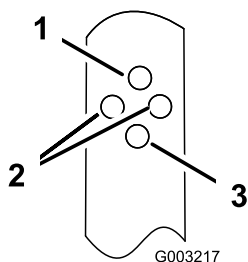

Figura 15
2. Introduzca el perno a través de uno de los taladros de cada uno de los soportes del manillar para ajustar el manillar a la posición deseada (Figura 15).